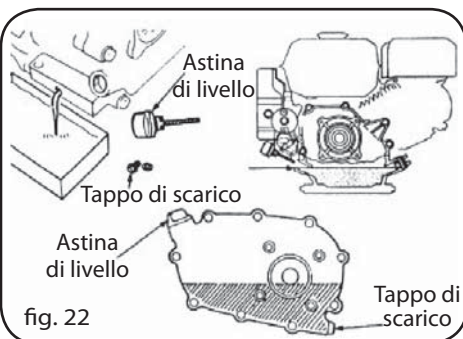

fig. 22
- a) Svitare il tappo dell'olio e quello di scarico per far fuoriuscire completamente l'olio. Riavvitare bene il tappo di scarico (Fig. 22).